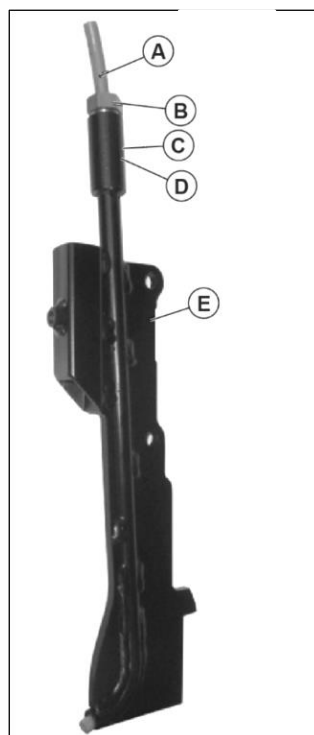

Fig. 4
- Insérer dans la structure de l'ailette (E)
- dans l'ordre suivant : la bague OR (D)
- l'entretoise (C) et la douille fileté. (B)
- En gardant la douille légèrement desserrée, insérer le tuyau flexible (A) jusqu'à ce qu'il déborde de la partie inférieure d'environ 5 mm. Ensuite, serrer la douille fileté à l'aide d'une clé n° 17 et bloquer le tuyau. La Fig. 4 montre le l'ailette correctement assemblée.